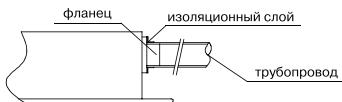

Рис. 31
9. Установите трубопровод [Рис.31].